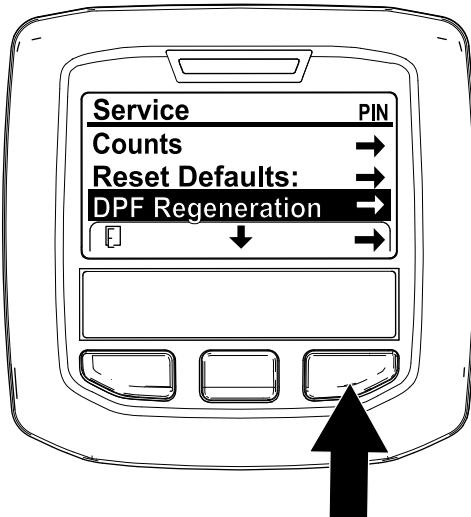

Figura 41
1. Acceda al menú Service (Servicio), pulse el botón central para desplazarse hacia abajo, hasta la opción DPF REGENERATION (Regeneración de DPF) (Figura 41).
- Pulse el botón derecho para seleccionar la opción DPF Regeneration (Regeneración de DPF) (Figura 41).